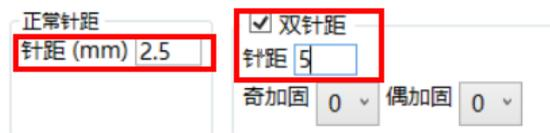
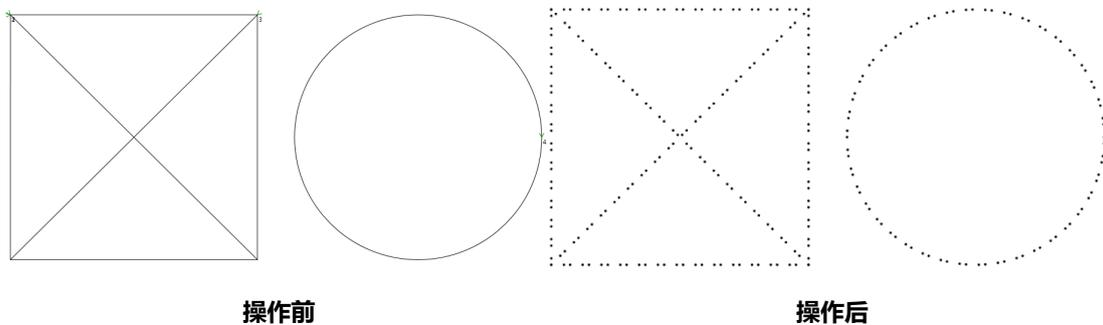

图 5.4.2d 双针距设置
图 5.4.2e 双针距转点示意
②双针距设置，需要将双针距 起，然后在针距框中输入数值，此处以 5mm 为例(如图 5.4.2d 所示)，正常针距依旧以 2.5mm 为例，点击确定后，画布中图形会一针为 2.5mm 一针为 5mm 转点，如图 5.4.2e 所示。